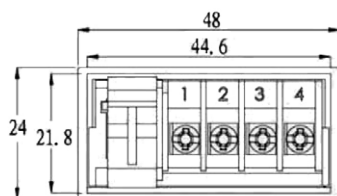

Рис. 4
- a. На задней панели подключите контакт 2 к контакту 4 (см. рис. 4).
- b. На задней панели подключите контакт 3 к контакту 4 (см. рис. 4).